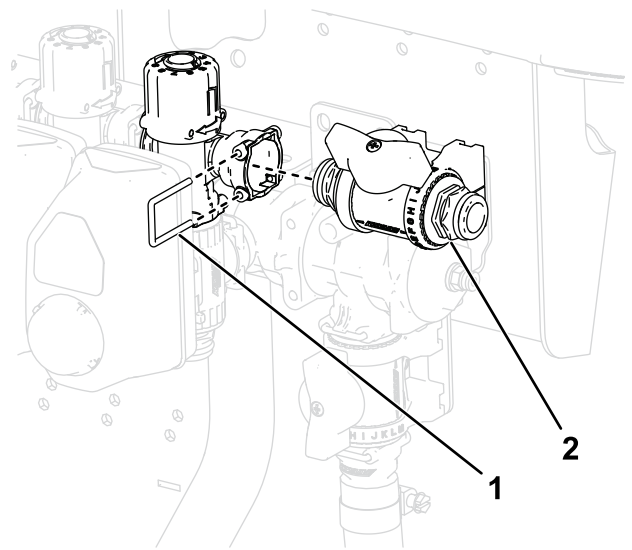

図 41
13. 図 41に示すように、制御バルブ アセンブリをクランプに取り付ける。